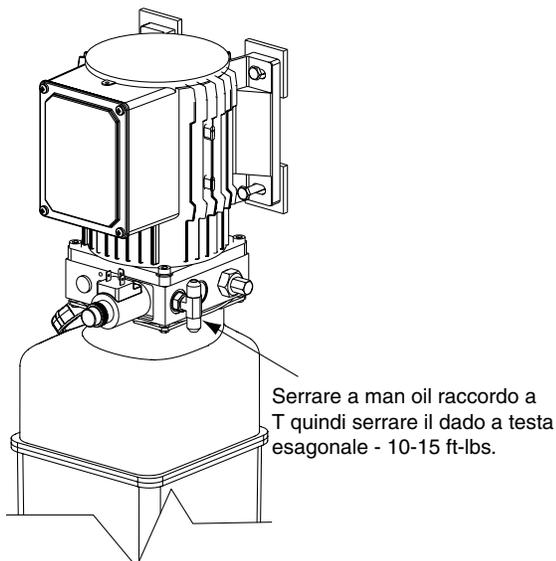
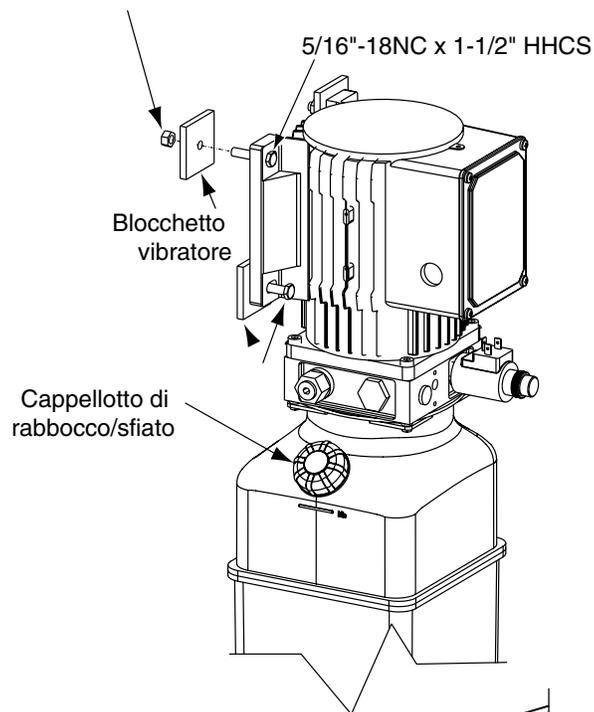

Fig. 8
Fig. 7
8. Azionamento Serie E: Inserire la vite cilindrica a testa esagonale (4) 5/16"-18NC x 1 - 1/2" HHCS attraverso i fori dell'azionamento, fig. 7. Attaccare i blocchetti vibratori e i dadi autobloccanti bulloni come da fig. 7. Installare e serrare bene il raccordo a T alla pompa fino a che l'o-ring è in sede, fig. 8. Continuare a stringere i dadi autobloccanti a 10-15 piede/libbra o finché il dado e la rondella fuoriescono contro il collettore della pompa.
Attaccare l'azionamento sulla prolunga della colonna lato trasmissione, fig. 1. Inserire due viti nella staffa dell'azionamento attraverso la prolunga della colonna ed attaccare i controdadi flangiati (2) 5/16"-18NC ai bulloni. Stringere tutti e quattro i dadi sulla staffa dell'azionamento assicurandosi che siano assicurati alla colonna, fig. 8°.